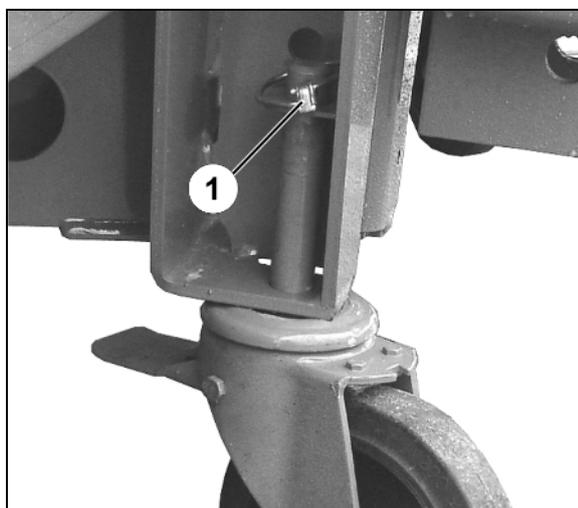

Fig. 28
5. Lenkbare Bremsrollen (Fig. 28) vorne
- o montieren und mit Klappstecker (Fig. 28/1) sichern,